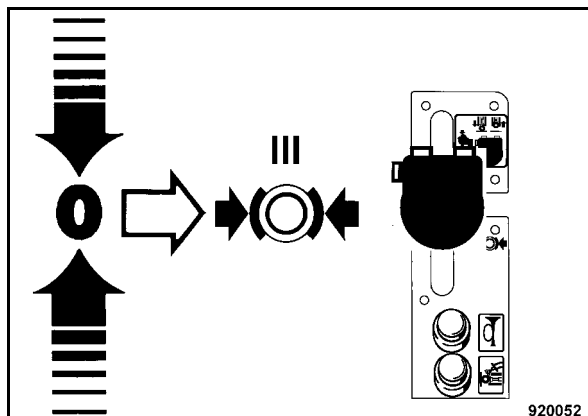

Fig. 76
- Riportare lentamente la leva di marcia (Fig. 76) nella posizione "0" ed innestarla esternamente nella posizione di arresto "III"; poi bloccare il freno di stazionamento.